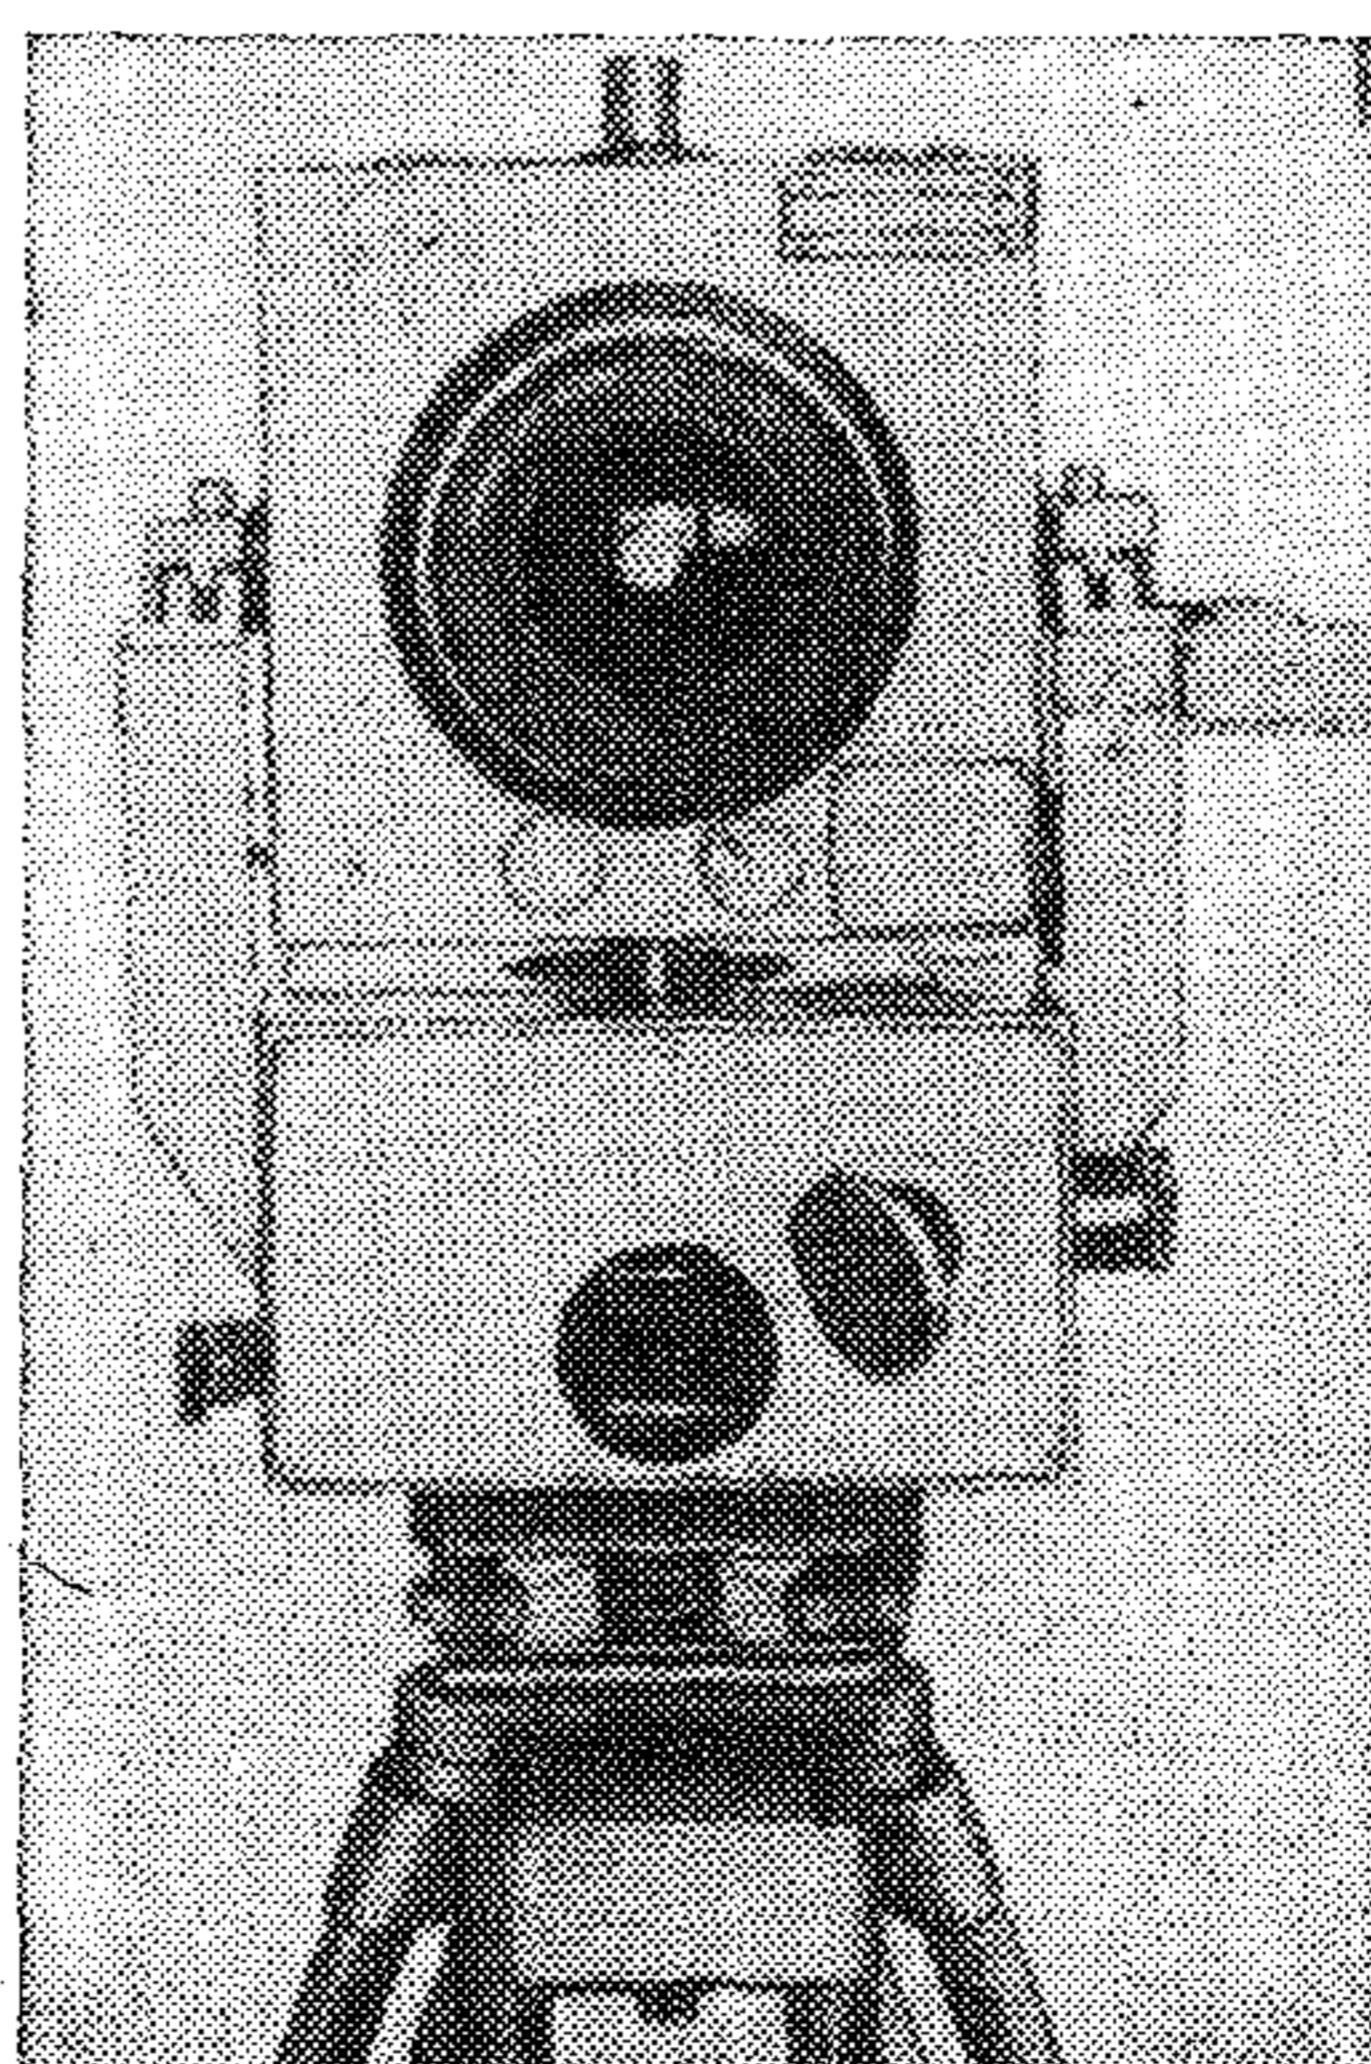

Рис. 29. Фотограмметрическая камера UMK 10/1318
4.15. Универсальная фотограмметрическая камера *UMK 10/1318* (рис. 29) предназначена для производства наземной фотограмметрической съемки и применяется при определении деформации зданий и сооружений, контроле качества строительно-монтажных ра-